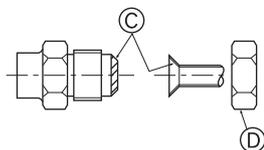

Fig. 4-5
(A) (Fig. 4-5)
(B) (Fig. 4-5)
4.4. Tubos de conexión (Fig. 4-5)